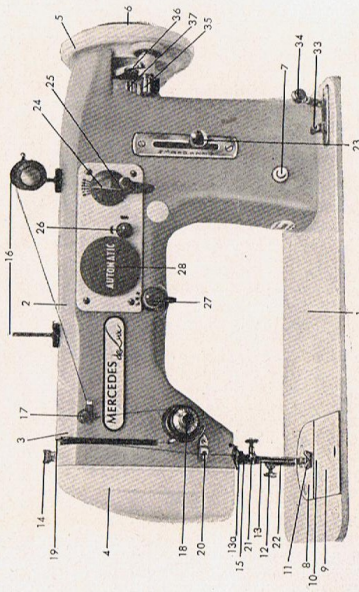
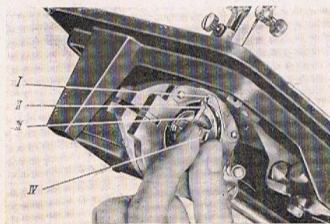

Abb. 1
Abb. 11
Sie wird ein- und ausgeschaltet durch Drücken des Schaltknopfes (Abb. 1 Nr. 7).
Muß die Nählichtbirne ausgewechselt werden, so greifen Sie mit Daumen und Zeigefinger von unten in den Kopfdeckel (Abb. 1 Nr. 4) und ziehen die defekte Birne heraus. Das Einsetzen der neuen Nählichtbirne geschieht durch leichtes Drücken von unten nach oben, bis die Birne spürbar einrastet.
löseschraube (Abb. 1/6) nach links auszulösen. Handrad dabei festhalten.
Das Handrad drehen bis die Nadelstange den höchsten Punkt erreicht hat. Dann zieht man den Deckschieber (Abb. 1/9) auf, greift mit der linken Hand unter die Tischplatte (bei der Koffermaschine Oberteil zurückklappen) und öffnet mit dem Zeigefinger die Klappe der Spulenkapsel (Abb. 11/IV), bis ein Widerstand spürbar ist. Dann mit dem Daumen zufassen und die Spulenkapsel herausnehmen.
Die Nadelstange muß wieder ganz oben sein. Dann nimmt man die Klappe der Spulenkapsel (Abb. 11/IV) zwischen Zeigefinger und Daumen und schiebt die Spulenkapsel auf den Zapfen des Greifers, wobei sich das Hörnchen der Spulenkapsel (Abb. 11/2) genau in den Ausschnitt des Greiferbahndeckels (I) legen muß. Die Klappe schnappt dann mit ihrer Klinke in den Greiferzapfen ein und hält die Spulenkapsel fest. Dabei darf der Faden nicht eingeklemmt werden, sondern muß heraushängen.